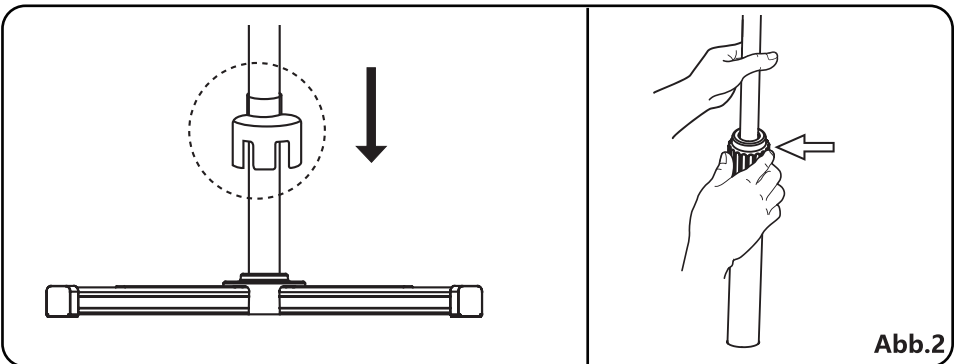

Abb.2
2. Lockern Sie den Höheneinstellring, um ihn zu lösen, und schieben Sie dann die Schraubenabdeckung nach unten. Heben Sie den Innenpol auf die maximale Höhe an, während Sie verhindern, dass der Innenpol in den Verlängerungspol rutscht. Befestigen Sie dann den Höheneinstellung wieder und ziehen Sie ihn fest. (Abb. 2)